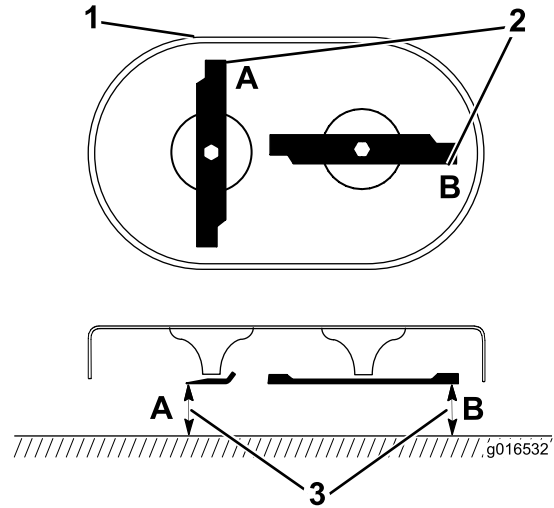

Figure 37
1. Faites tourner les lames jusqu'à ce qu'elles soient dans la position illustrée à la Figure 37.